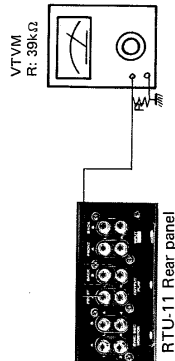

Fig. 23
21.1 PLAYBACK LEVEL (Fig. 23)
21.2 PLAYBACK EQUALIZATION (Fig. 23)